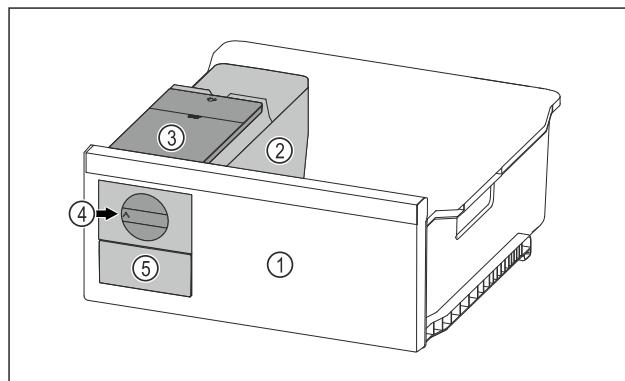

Fig. 120 Immagine a titolo di esempio
- Ruotare la manopola Fig. 120 (4) verso destra finché non si arresta.
- I cubetti di ghiaccio cadono dalla ciotola dei cubetti di ghiaccio nel cassetto dei cubetti di ghiaccio Fig. 120 (5). Se non tutti i cubetti di ghiaccio fuoriescono dalla ciotola dei cubetti di ghiaccio: